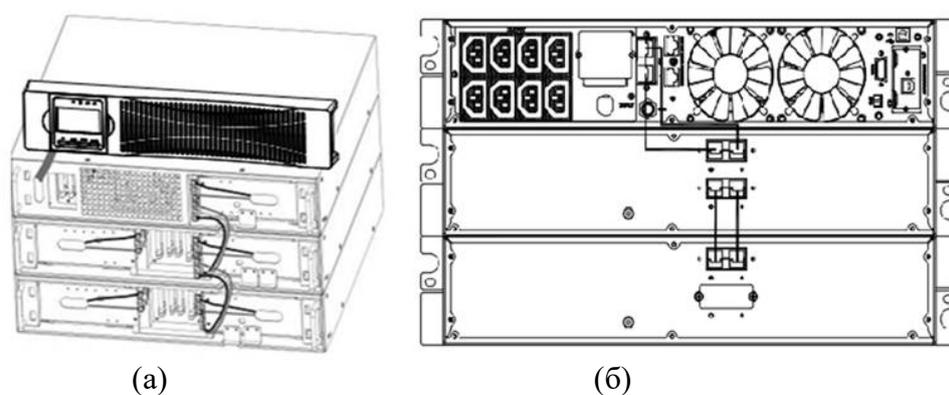

Рис. 3 Пример соединения ИБП и ДВББ.
3.3 Вставьте кабель ДВББ в батарейный разъем ИБП, как показано на Рис.3. При этом может возникнуть небольшое искрение. Это нормально и не повредит оператора и оборудование. Вставьте кабель ДВББ в батарейный разъем ИБП быстро и надежно. Соблюдайте полярность и подсоединяйте красный разъем к красному гнезду, черный, - к черному.
3.7 Другой вариант соединения ИБП и ДВББ возможно выполнить на разъемах SB50, расположенных на их задних панелях при помощи соединительных кабелей SB50 (см. Рис.3(б)).